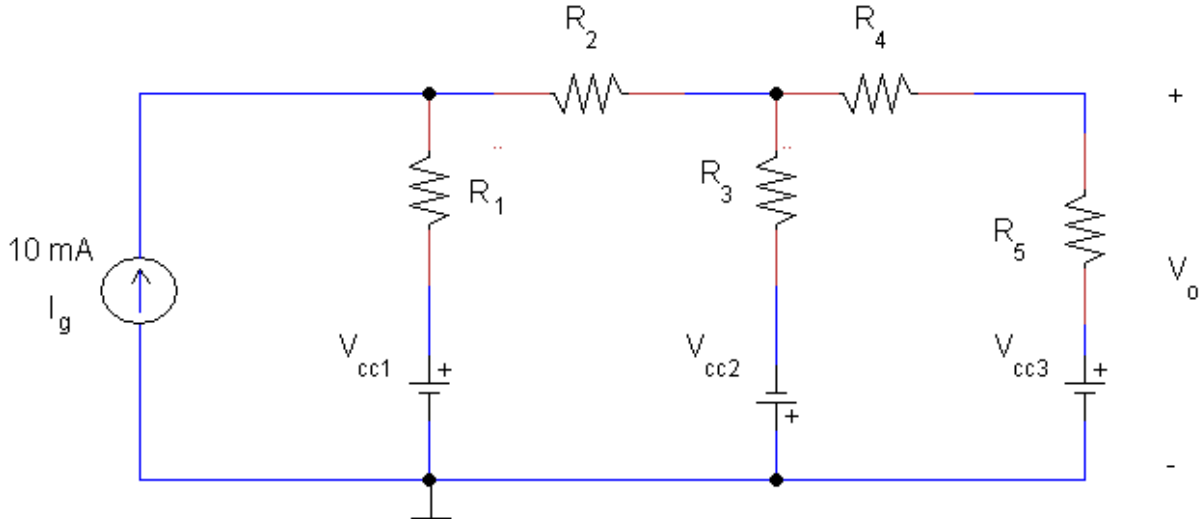

Figura P2.1.
2. Dado el circuito de la Figura P2.1, con $V_{cc1} = 15\text{ V}$, $V_{cc2} = V_{cc3} = 5\text{ V}$, $R_1 = R_3 = R_4 = 1\text{ k}\Omega$, $R_2=100\ \Omega$ y $R_5=5,6\text{ k}\Omega$ se pide:
Resoluci3n PR1CTICA: Medida de tensiones sobre el circuito. Vamos a comprobar el efecto de las fuente de tensi3n V_{cc1} , V_{cc2} y V_{cc3} sobre el circuito. Por ello hay que montar el circuito de la Figura P2.1, pero sin la fuente de corriente, tal y como indica la Figura P2.2. En esta figura, como las fuentes de tensi3n tienen que tener su terminal negativo a tierra, le hemos pegado la vuelta a V_{cc2} , lo cual es equivalente a cambiar su signo.